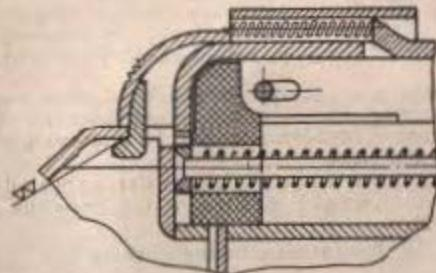

Рис. 17. Пропиловка плоскости зуба задела
(I) Заменить защелку и подогнать ее по месту, для чего приварить плоскость зацепа так, чтобы обеспечить соединение ствольной коробки с затворной коробкой без вертикальной качки (рис. 17).